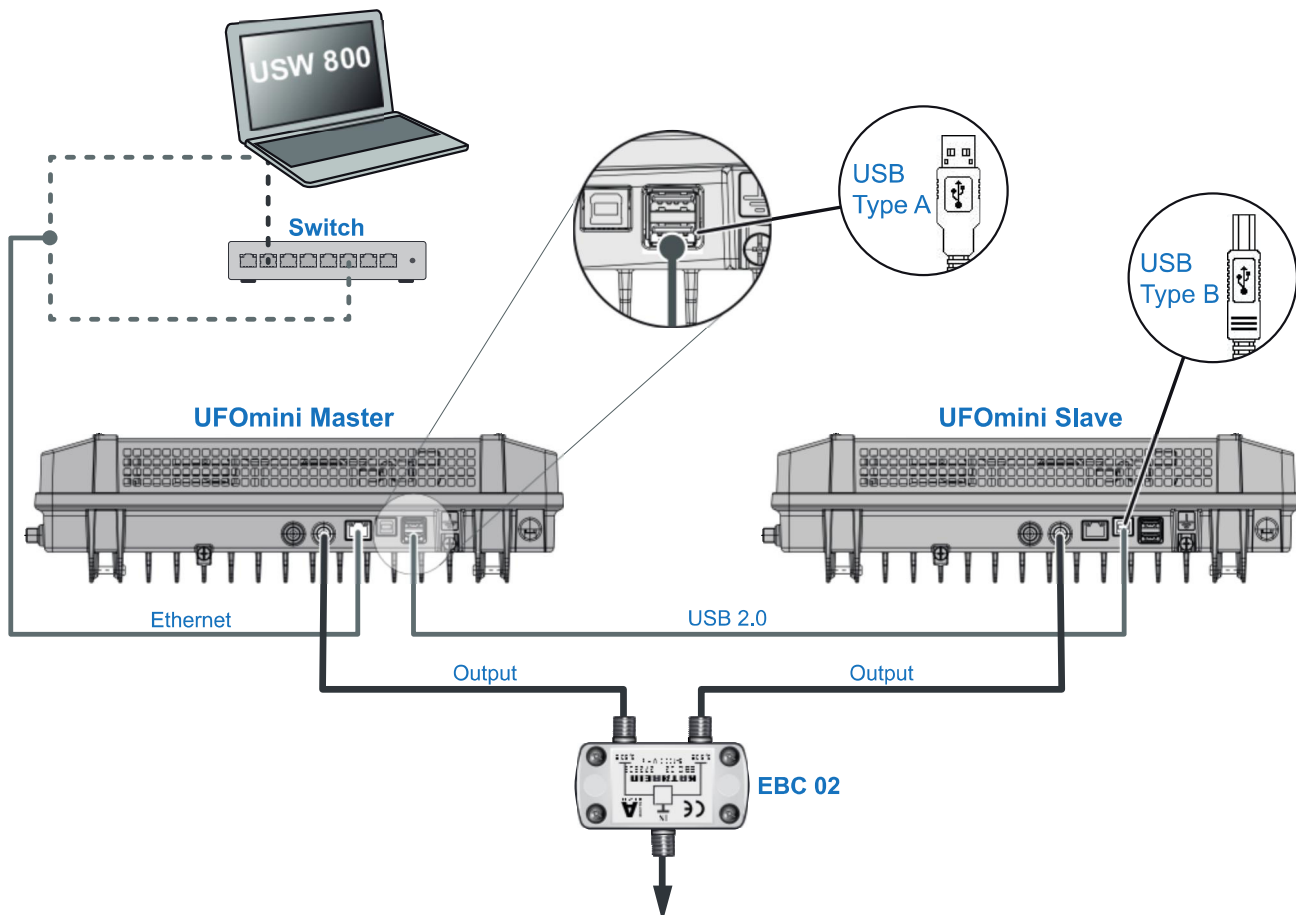

Abb. 4: Verkabelung
2. Schließen Sie den Computer mit einem Ethernet-Kabel1) an die RJ45-Buchse an, bei Bedarf über einen Switch oder Router; siehe Abb. 4, S. 5. Die Kopfstelle arbeitet nun als *Master*.
3. Falls eine zweite Kopfstelle vorhanden ist: Schließen Sie die zweite Kopfstelle mit einem USB 2.0-Kabel an die erste Kopfstelle an (Abb. 4). Dabei gilt: